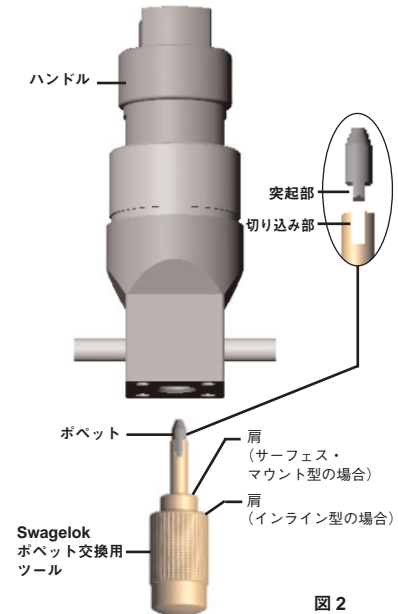

図 2
4. Swagelok ボペット交換用ツール(型番: MS-TOOL-HFM3)をレギュレーターの底部へ入れ、ボペットを取り外します(図 2)。取り外したボペットは廃棄します。
5. 未使用のボペットをボペット交換用ツールにセットします(図 2)。ボペットの突起部をツールの切り込み部にはめ込みます。
6. レギュレーターの底部にボペットをねじ込みます。ボペット交換用ツールの肩がレギュレーターの底部に当たっていれば、ボペットは適切な深さに取り付けられています。締め付け過ぎにご注意ください。次に、ツールを取り外します(図 2)。